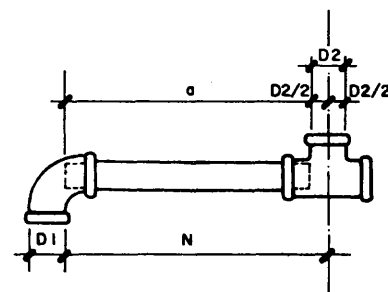

Fig. 7
3. Dada la medida "N" del eje de una conexión, a la boca de otra, (fig. 7), se consigue la medida "a" del tubo, restando de "N" la mitad del diámetro de la conexión por donde pasa el eje.